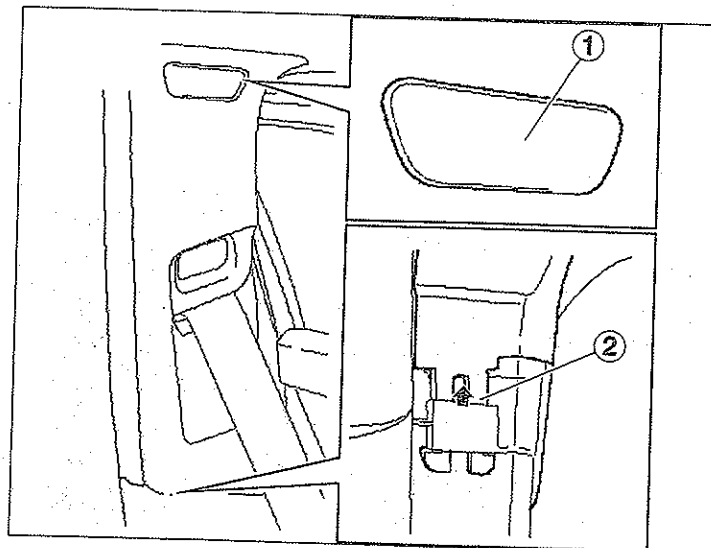

FIG. 66
- la tapa superior (1) de montante "B" del montante central (fig. 66).
- Desengrapar los guarnecidos superiores del montante "B" de sus fijaciones (2).